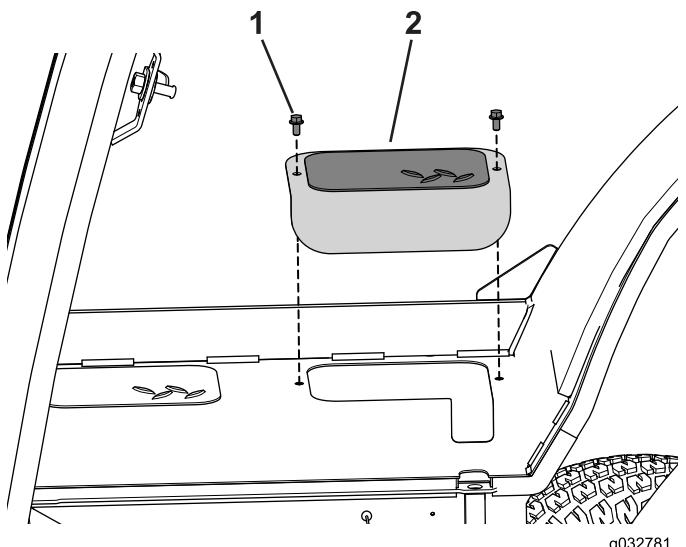

Bild 66
1. Entfernen Sie die zwei Schrauben, mit denen die Abdeckplatte an jeder Seite der Maschine befestigt ist, und legen Sie sie zur Seite (Bild 66).
7. Entfernen Sie die Hubstange und setzen die Abdeckplatte auf, die Sie vorher zur Seite gelegt haben (Bild 66).